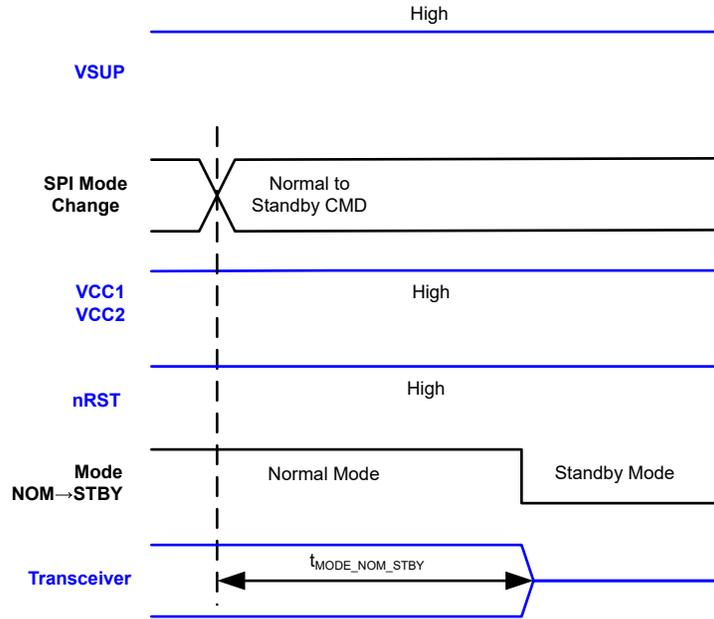

図 7-16. 通常からスタンバイのタイミング
- 青い信号は TCAN241x-Q1 の入力または出力で、黒は TCAN241x-Q1 に対する内部信号です。これはタイミング図 図 7-13、図 7-14、図 7-15、図 7-16 のためのものです。